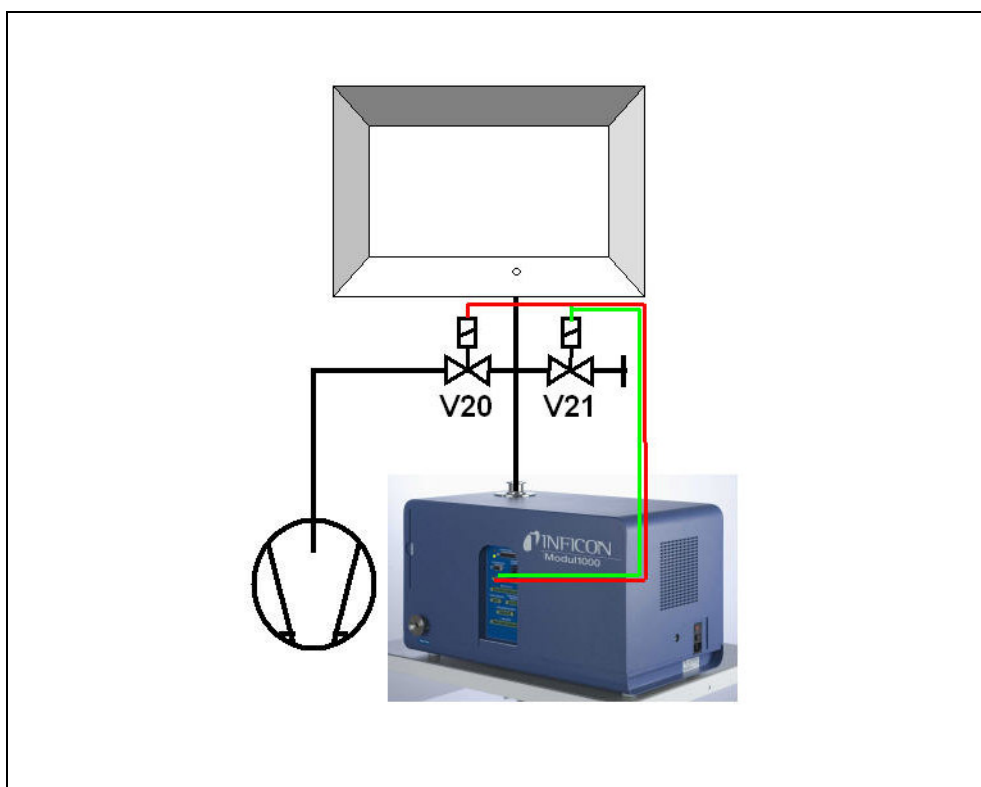

Fig. 5-1 Utilisation avec flux partiel
Le Modul1000 évacue l'air de la chambre à vide, également possible en mode flux partiel (Fig. 5-1 Utilisation avec flux partiel). La pièce à tester située dans la chambre à vide est reliée au système de remplissage d'hélium à travers les parois de la chambre et alimentée en hélium lorsque la chambre à vide est à l'état évacué.
- 2** Après le déclenchement du signal START, le Modul1000 commence à évacuer l'air de la chambre à vide. Si une pompe à flux partiel est connectée au Modul1000, la vanne à flux partiel V20 (Fig. 5-1) est activée puis le processus de contrôle s'exécute par l'intermédiaire de la pompe à flux partiel conformément au paramétrage du flux partiel.
- 11** Ensuite, la chambre à vide est ventilée par le Modul1000 (et la vanne de flux externe V21 (Fig. 5-1) si raccordée) jusqu'à atteindre la pression atmosphérique.